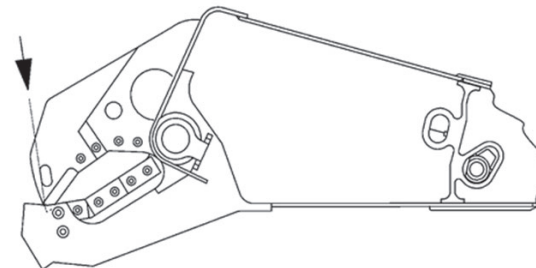

図 1-9 カッター隙間測定
- ①本体を図 1-9 の姿勢にしてアーム全開状態（シリンダー伸長）でP視の測定をする。
- ②アーム先端接触位置状態（シリンダー中間ストローク）でQ視の測定をする。